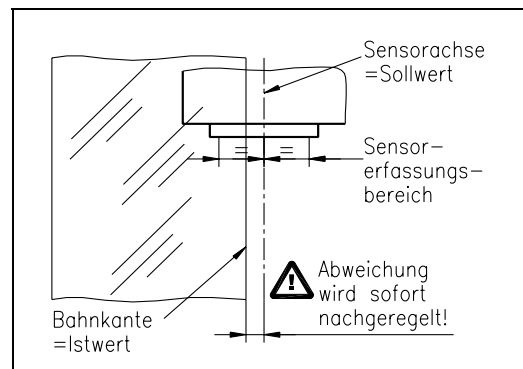

Bild 7
- Als Positions-Sollwert wird die Mitte des Sensorerfassungsbereichs übernommen, bei Mittenregelung die Mitte zwischen den Sensorachsen (Bild 7). Der Regler beginnt, die Materialbahn auf den Sollwert zu führen bzw. zu halten.